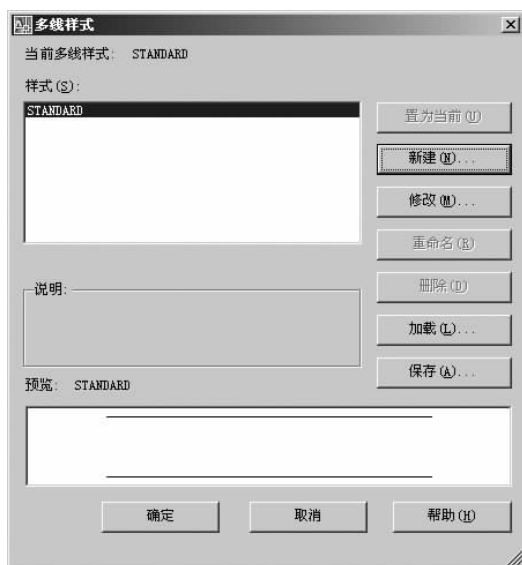

图 3-19 “多线样式”对话框
(1)执行“格式”→“多线样式”命令,或在命令行中输入 MLSTYLE 命令并按 Enter 键,打开“多线样式”对话框,如图 3-19 所示。